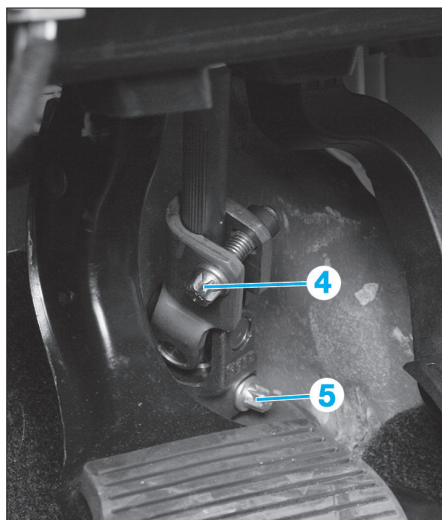

Fig. 18
- Déposer les vis (4) et (5) puis désaccoupler l'arbre intermédiaire de colonne de direction du boîtier de direction (Fig.18).
- Appliquer du produit de freinage sur les vis (4) et (5) de l'arbre intermédiaire de colonne de direction (Fig.18).